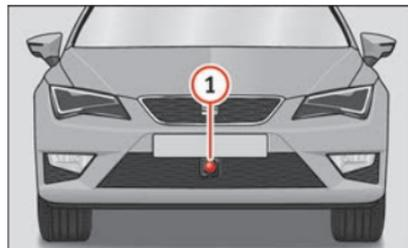

Fig. 151 En el paragolpes delantero: sensor de radar.
En el paragolpes delantero va montado un sensor de radar para captar la situación del tráfico » **fig. 151** ①. Este sensor permite detectar vehículos que circulan por delante a una distancia de hasta 120 m aproximadamente.